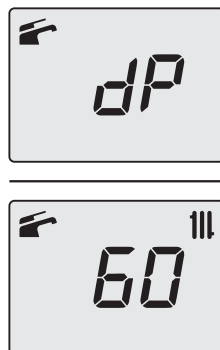

Figura 9.26
- Volviendo a pulsar el botón 15 (Figura 9.20) se puede modificar de nuevo la potencia en modalidad deshollinador: el display LCD muestra las letras **dP** alternadas con el valor de temperatura del agua de calefacción (ej. **60**); estamos en la "función deshollinador" a la potencia máxima en agua sanitaria (Figura 9.26);